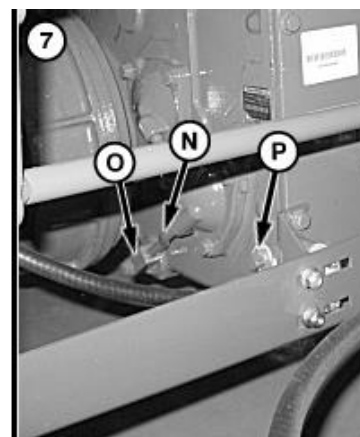

Рис.4.73 – Заміна трансмісійної оливи
7. Замінити трансмісійну оливу (рис.4.73). Витягнути трубку (N) з блока (O). Для зливання зняти блок. Зняти контрольну пробку (P) та залити оливу до рівня в межах 12 мм від нижньої зони отвору.